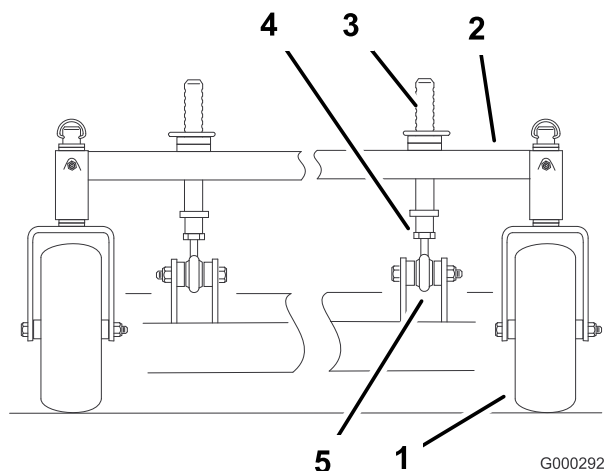

Figure 68
1. Vous pouvez régler les montants de hauteur de coupe avant pour modifier l'inclinaison avant/arrière (Figure 68).
2. Pour élever l'avant du tablier de coupe, desserrez le contre-écrou et tournez la goupille avant dans le sens horaire (Figure 68).
3. Pour abaisser l'avant du tablier de coupe, desserrez le contre-écrou et tournez la goupille avant dans le sens antihoraire (Figure 68)
6. Resserrez les écrous de blocage (Figure 68).